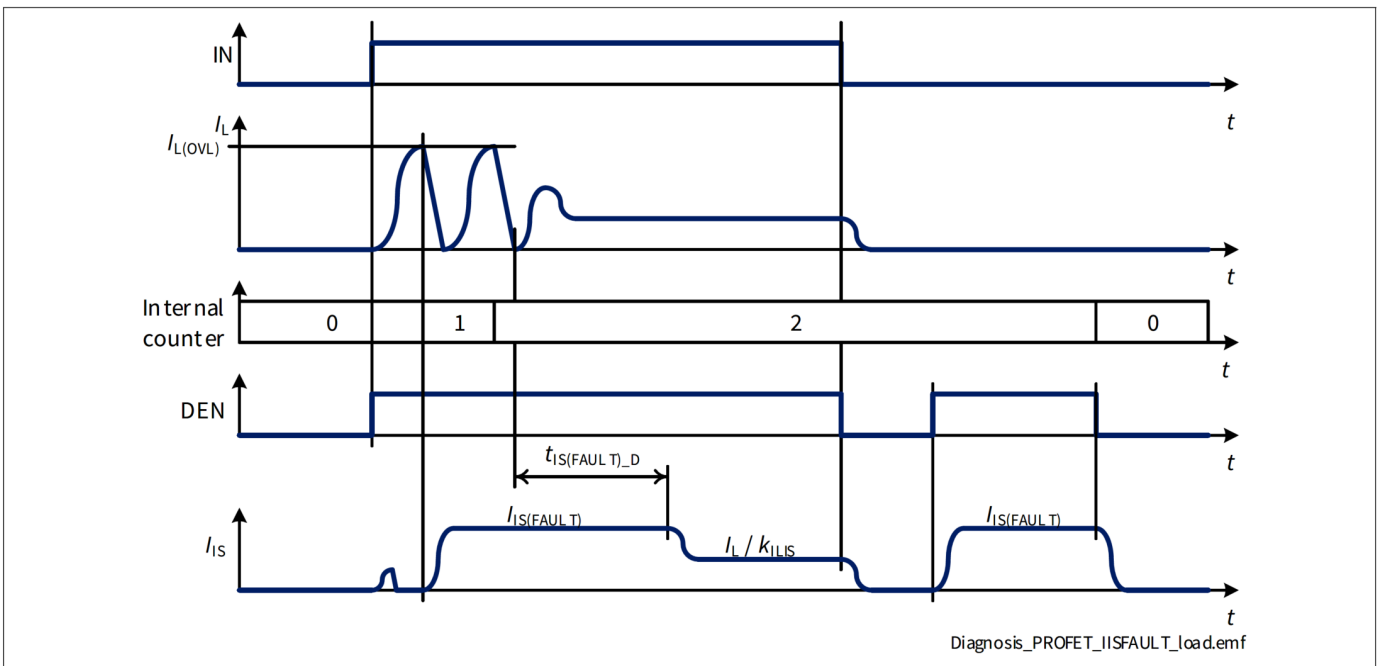

Figure 34 $I_{IS(FAULT)}$ at Load Switching
- 如果通道处于开启状态且重试次数小于“ $n_{RETRY(CR)} + n_{RETRY(CYC)} * n_{RETRY(NT)}$ ”，则在通道重启后，提供持续时间为 $t_{IS(FAULT)_D}$ 的电流 $I_{IS(FAULT)}$ ，之后 $I_{IS} = I_L / k_{ILIS}$ （如图 34 所示）。在一个重试周期内（定时器 t_{RETRY} 运行时），每次检查通道诊断时都会提供电流 $I_{IS(FAULT)}$ 。